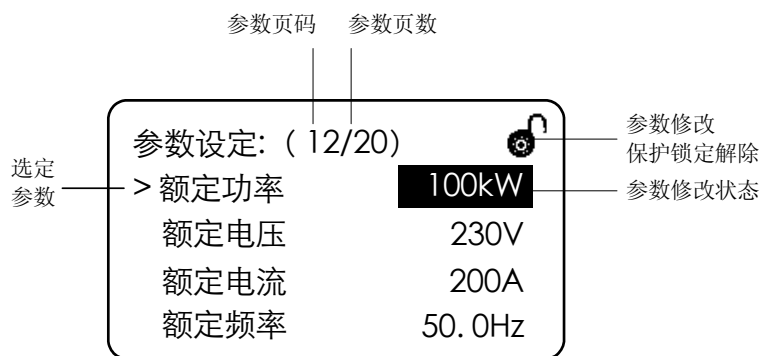

图 2-8
- 选定**额定功率**参数，按**消音键**进入修改状态，如图 2-8 所示